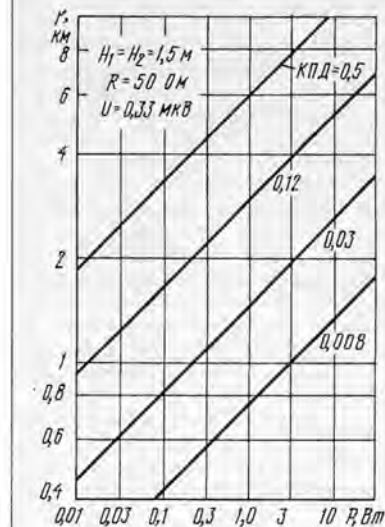

Рис. 2. Зависимости дальности связи  $r$  от мощности передатчика  $P$  при разных значениях КПД антенной системы
Мощность передатчика  $P$  и чувствительность приемника  $U$  обычно ограничены типом аппаратуры и сравнительно легко поддаются контролю. Если эти параметры близки к номинальным, то существенных успехов в деле увеличения дальности можно добиться путем повышения КПД антенной системы (рис. 2). Дело в том, что, как показывает практика, одной из главных причин неудовлетворительной дальности связи с помощью портативных радиостанций является низкая эффективность антенных систем.
3. Не увлекайтесь увеличением мощности передатчика, так как дальность связи зависит от нее слабо. Гораздо эффективнее и дешевле повышать КПД антенной системы (см. рис. 2).